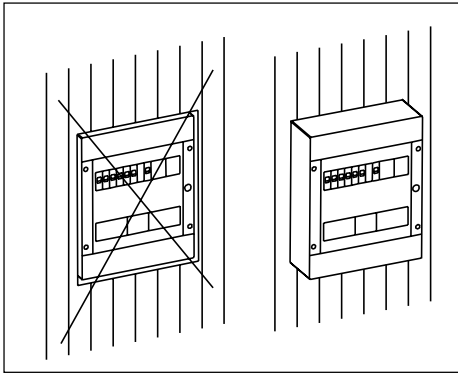

Рисунок 31 Установка блока мощности на стене
**Вним!** Блок управления нельзя утоплять в стенные конструкции. (Рис. 31)